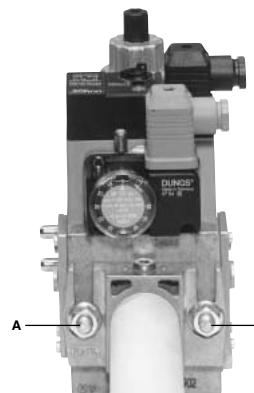

Рис. 5
3. Затянуть винты А, В, С и D (Рис. 5 - Рис. 6), (Рис. 8), соблюдая дистанции монтажа (Рис. 8);
1. Расслабить винты А и В, но **не снимать** их (Рис. 5 и Рис. 6)
2. Отвинтить винты С и D (Рис. 5 и Рис. 6)